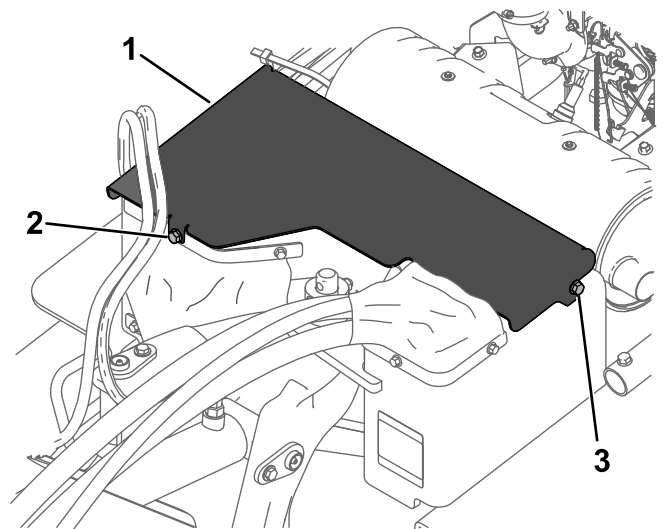

Figure 25
3. Retirez le boulon avant et desserrez le boulon gauche qui fixe le couvercle avant sur la machine (Figure 25).
4. Glissez le capot légèrement vers l'avant et tirez-le vers le haut pour le déposer (Figure 25).
5. Pour poser le couvercle avant, glissez-le en place et fixez-le avec les 2 boulons (Figure 25).